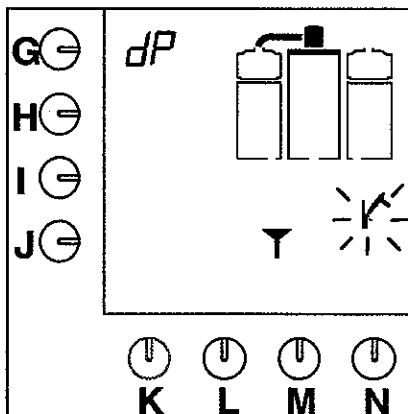

Fig. 16 Kaffebryggeren beder om afkalkningsmiddel
- Der lyder et signal, hammersymbolet blinker, og der vises en tragt i displayet (fig. 16).